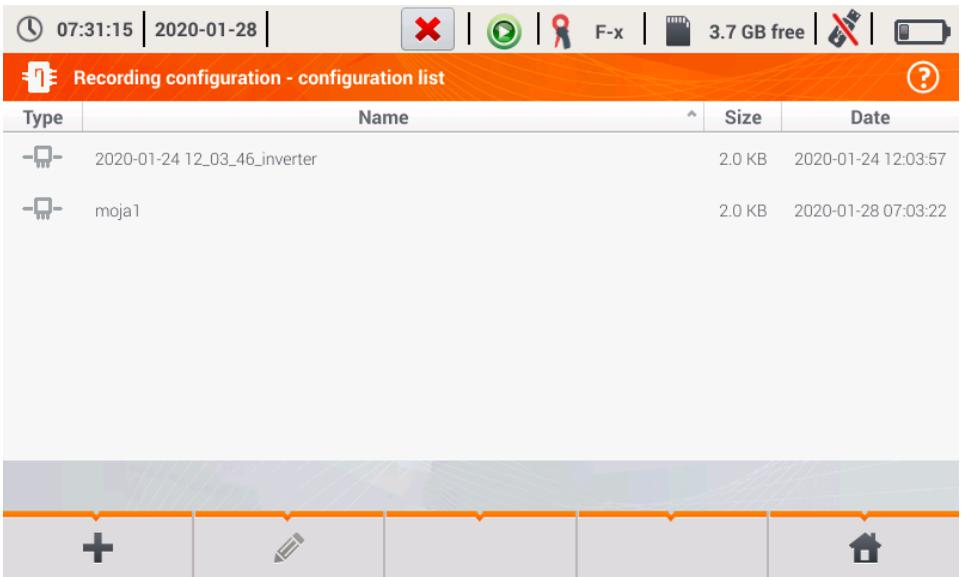

Abb. 3.11. Menü der gespeicherten Konfigurationen
- 📁 Wechsel zur Liste der gespeicherten Konfigurationen für den Wirkungsgrad des Wechselrichters und Erstellung einer neuen Konfiguration. Die Konfigurationen werden ähnlich wie Messkonfigurationen dargestellt, ihnen ist das Icon  zugeordnet. Ein Doppelklick auf die ausgewählte Konfiguration öffnet sie automatisch; es erfolgt der Wechsel zur Anzeige der Einstellwerte für den Wirkungsgrad des Wechselrichters (**Abb. 3.11**). Die Schaltfläche der Menüleiste  dient zur Hinzufügung neuer Konfigurationen für den Wirkungsgrad des Wechselrichters (es wird ein Fenster wie in **Abb. 3.12** dargestellt, mit Standardeinstellungen eingeblendet). Das Icon  dient zur Bearbeitung der ausgewählten Konfiguration.